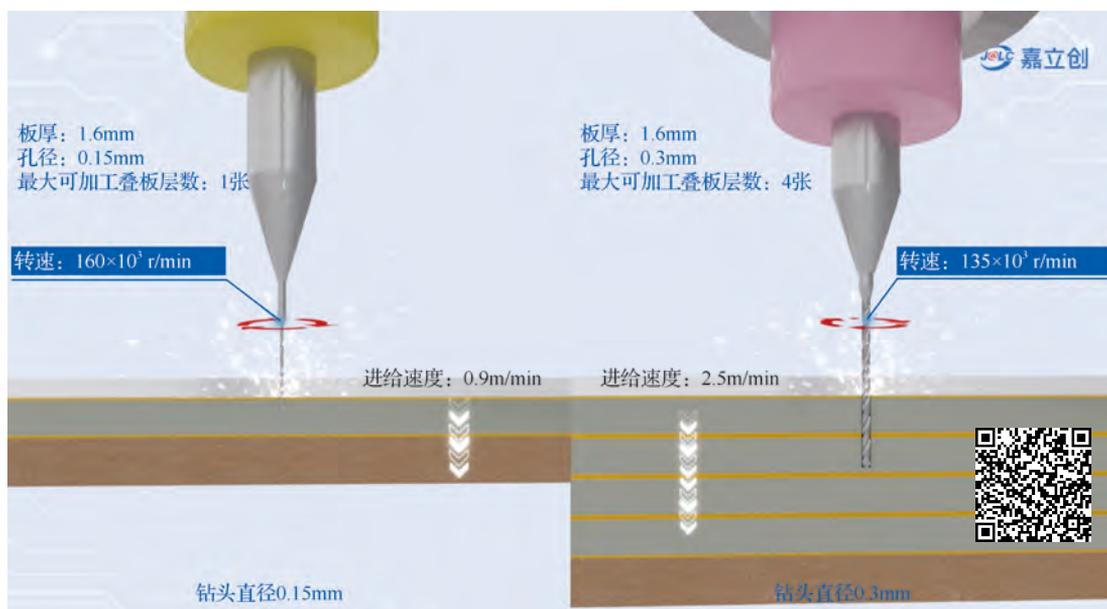
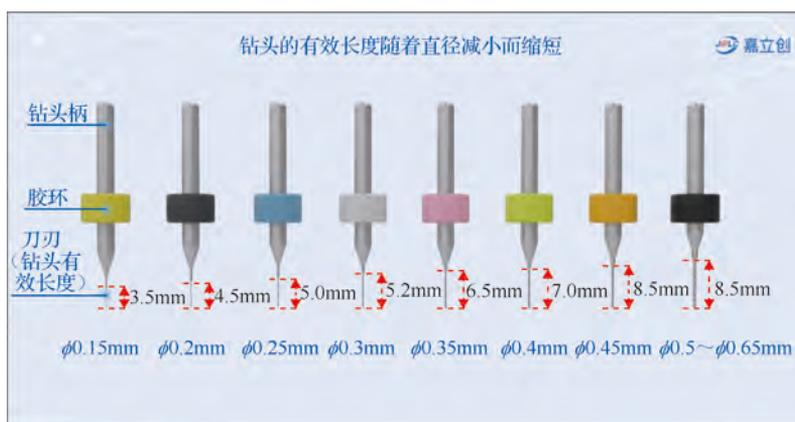

图 4-22 钻孔参数及叠板层数
图 4-23 钻头刀刃有效长度
(1) 钻孔速度：孔径越小，钻头直径越小，刚性降低，折断风险增加。为平衡这一风险，需提高钻头切削速度并降低进给速度。例如，0.3mm 钻头的转速为  $135 \times 10^3 \text{ r/min}$ ，进给速度为 2.5m/min；而 0.15mm 钻头的转速提高到  $160 \times 10^3 \text{ r/min}$ ，进给速度降低到 0.9m/min（见图 4-22）。
(2) 叠板层数：不同直径的钻孔需使用相应的钻头。不同直径钻头刀刃（见图 4-23）的有效长度各异。以 1.6mm 厚的 FR-4 覆铜板为例，生产最小直径为 0.3mm 的 PCB 时，可以叠加 4 张基材进行钻孔。而对于最小直径为 0.15mm 的 PCB，由于钻头有效长度和刚性问题，无法叠板加工，只能逐张钻孔（见图 4-22，扫描图中二维码可以观看 0.15mm 钻头与 0.3mm 钻头的钻孔对比模拟视频）。